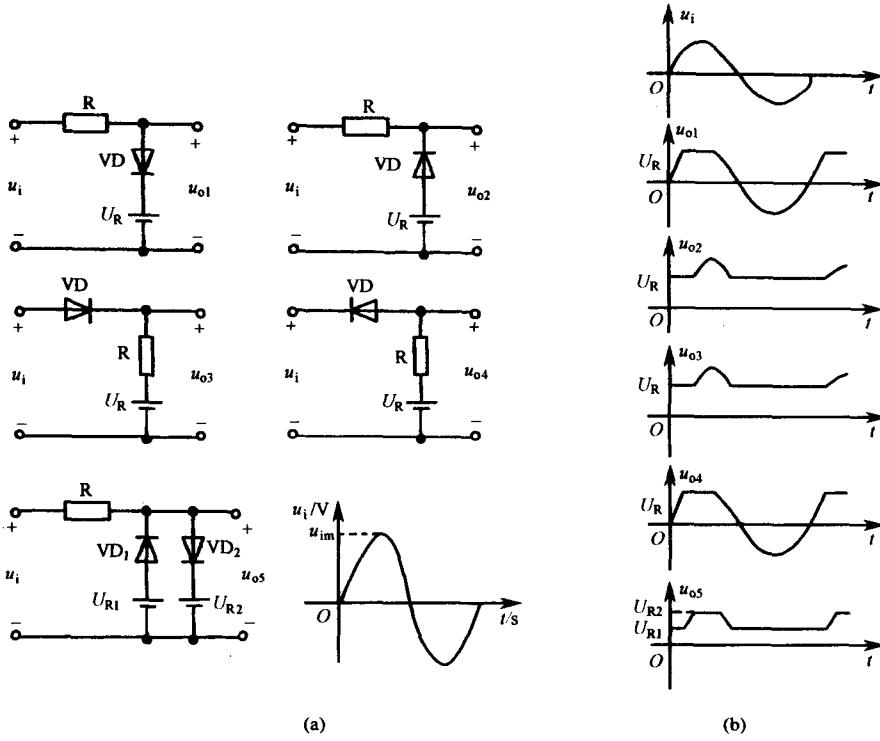
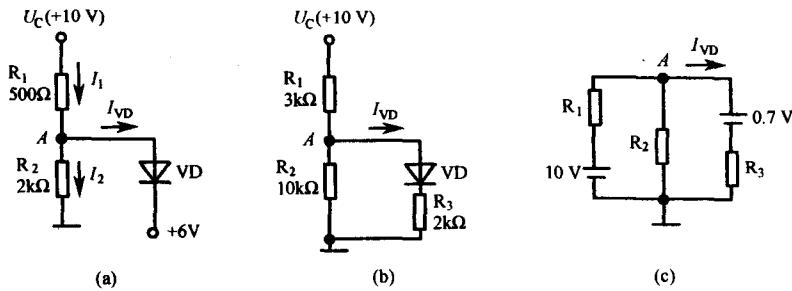

图 1.2
图 1.3
例 1.2 二极管电路及其输入波形如图 1.2(a)所示。已知输入信号的峰值 $u_{im} > U_R$, 二极管的导通压降 U_{VD} 可忽略, 试画出输出电压 $u_{o1} \sim u_{o5}$ 的波形。
解：求解这类电路是确定二极管在信号作用下所处的状态。根据二极管单向导电的特性，即正向导通、反向阻断，不难得出输出 $u_{o1} \sim u_{o5}$ 的波形及其与 u_i 的关系（如图 1.2(b)所示），具体分析如下：
例 1.3 电路如图 1.3(a)和(b)所示。试估算流过二极管的电流和 A 点的电位。设二极管的正向压降 U_{VD} 为 0.7 V。
解：(1) 在图 1.3(a)中，VD 正偏导通，故
(2) 在图 1.2(b)中，首先将 VD 断开，求得 $U_A = U_C \frac{R_2}{R_1 + R_2} = 7.6 \text{ V}$ ，故 VD 正偏导通，其等效电路如图 1.3(c)所示，由此可得